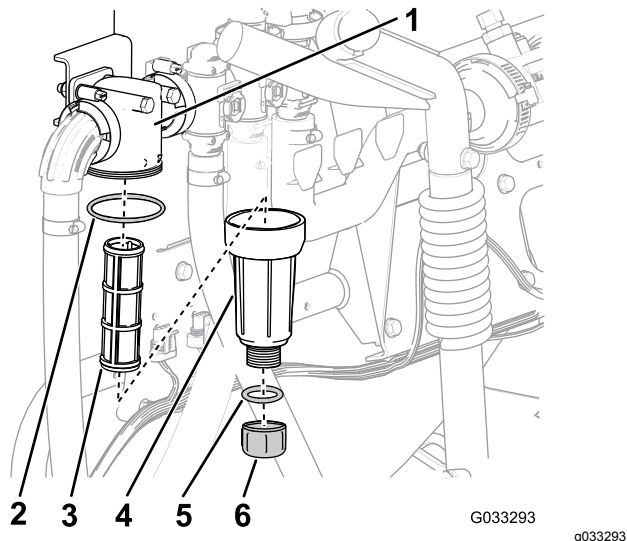

Bild 55
2. Stellen Sie eine Auffangwanne unter den Druckfilter (Bild 55).
3. Drehen Sie die Ablassschraube nach links und nehmen sie von der Glocke des Druckfilters ab (Bild 55).
4. Drehen Sie die Glocke nach links und nehmen sie vom Filterkopf ab (Bild 55).
5. Entfernen Sie den alten Druckfiltereinsatz (Bild 55).
6. Überprüfen Sie den O-Ring für die Ablassschraube (in der Glocke) und den O-Ring für die Glocke (im Filterkopf) auf Beschädigungen und Abnutzung (Bild 55).
7. Setzen Sie den neuen Druckfiltereinsatz in den Filterkopf ein (Bild 55).
8. Befestigen Sie die Glocke am Filterkopf und ziehen sie mit der Hand an (Bild 55).
9. Setzen Sie die Schraube in die Schale ein und ziehen sie mit der Hand fest (Bild 55).